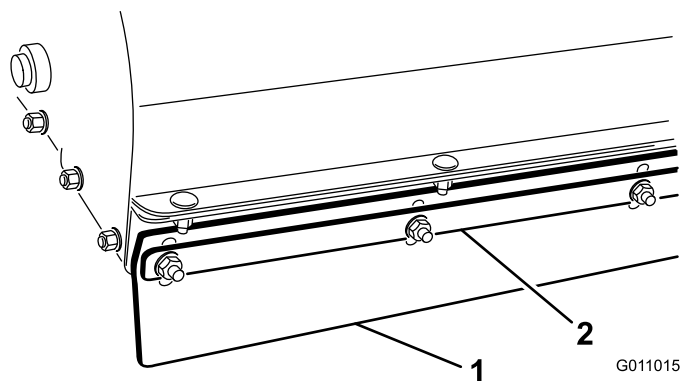

図 20
- ブラシ・ハウジングに金属製ストラップと前フラップを固定しているナットをゆるめる (図 20)。